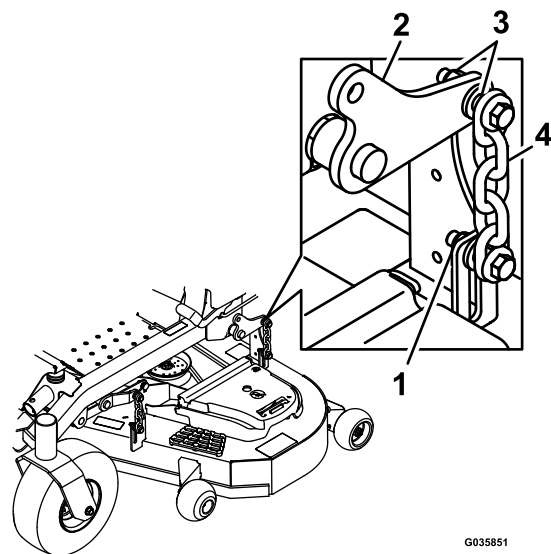

Figura 85
16. Afloje las contratueras (Figura 85) en las 4 esquinas y compruebe que la carcasa de corte está bien asentada sobre los cuatro bloques.